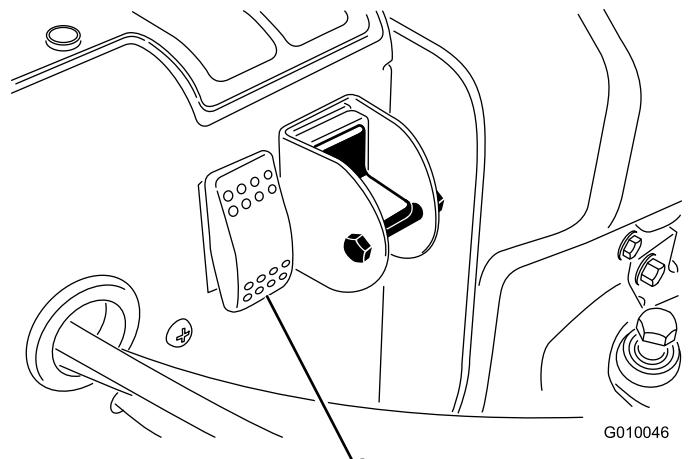

Bild 30
2. Drücken Sie den Systemreset-Schalter (Bild 30).